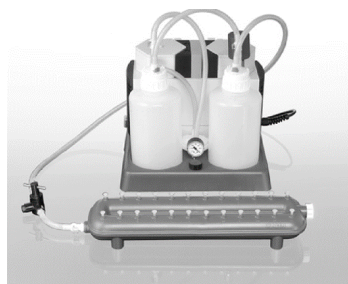

Figura 2. QIAvac 24 Plus, QIAvac Connecting System e Vacuum Pump.
As colunas do QIAamp Mini são processadas no QIAvac 24 Plus usando VacConnectors descartáveis e VacValves reutilizáveis. As VacValves (opcionais) são inseridas diretamente nos slots luer do coletor do QIAvac 24 Plus e garantem uma taxa de fluxo constante, facilitando o processamento paralelo de diferentes volumes de amostra. Elas devem ser usadas se as taxas de fluxo da amostra diferirem significativamente, para garantir um vácuo consistente. Os VacConnectors são conectores descartáveis que se encaixam entre as colunas do QIAamp Mini e as VacValves ou entre as colunas do QIAamp Mini e os slots luer do QIAvac 24 Plus. Eles impedem o contato direto entre a coluna giratória e a VacValve durante a purificação, evitando, assim, a contaminação cruzada entre amostras. Os VacConnectors são descartados depois de um único uso. Devido aos grandes volumes de solução usados, o QIAvac Connecting System (ou uma configuração semelhante com frascos) é necessário (consulte a Figura 2).
- A pressão do vácuo é a pressão diferencial entre a parte interna do coletor a vácuo e a atmosfera (pressão atmosférica padrão de 1013 millibar ou 760 mm Hg) e pode ser medida usando o QIAvac Connecting System (consulte a Figura 2). Os protocolos requerem uma bomba de vácuo, capaz de produzir um vácuo ou -800 a -900 mbar (por ex., QIAGEN Vacuum Pump). Pressões de vácuo maiores devem ser evitadas. O uso de pressões de vácuo menores que o recomendado pode reduzir o rendimento e a pureza do ácido nucleico e aumentar o risco de entupimento de membranas.